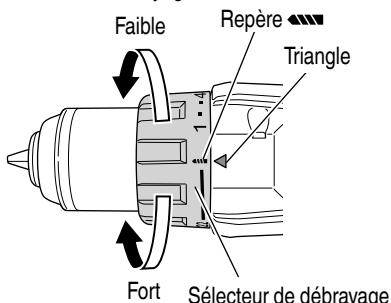

Fig. 12
(Voir Fig. 12).
(2) Indication du couple de serrage (Voir les Fig. 12 et 14)
(3) Réglage du couple de serrage (Voir les Fig. 12 et 14)